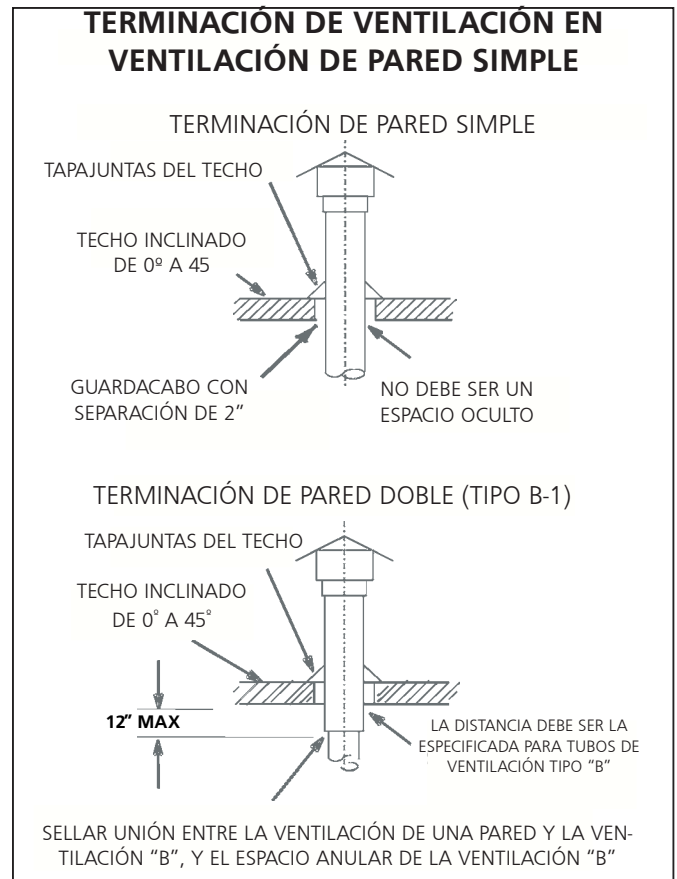

FIGURA 2
1. Los calefactores HSU deben usarse con chimeneas aprobadas por NFPA o ANSI, ventilaciones de gas tipo B-1 aprobadas por U.L., tuberías metálicas de una sola pared o con un sistema de revestimiento de chimenea para ventilación de gas cuando corresponda, así como con las modificaciones y limitaciones enumeradas en la **figura 2**. Selle los materiales de ventilación de una sola pared de acuerdo con la sección **A - Recomendaciones generales y requisitos**.
8. Cuando la terminación pase por una pared exterior combustible, hay que sujetar la ventilación utilizando un guardacabo con la separación indicada. Selle la conexión entre los conductos de una sola pared y de doble pared, y el espacio anular del conducto de doble pared como se muestra en la figura 2. El borde interno de la T de la terminación de ventilación debe estar a por lo menos 12" de la pared exterior, como se muestra en la **figura 3**.